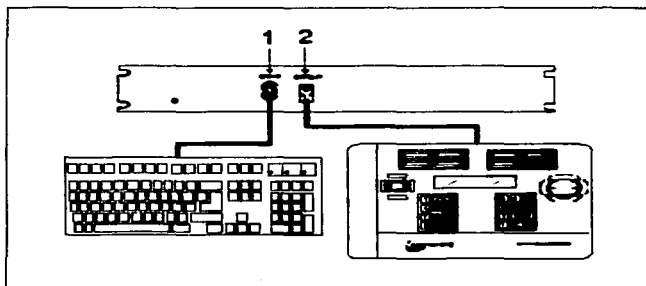

Figura 3.9 Conexión del teclado de programación.
a) Unidad de control. En la parte delantera se conectan el teclado de programación (1) y el teclado de usuario (2) como se observa en la figura 3.9.